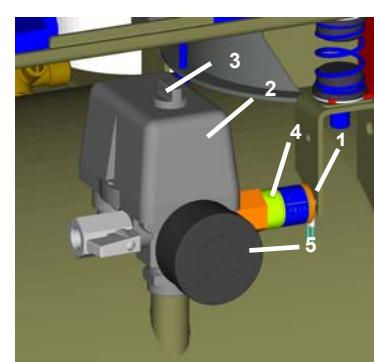
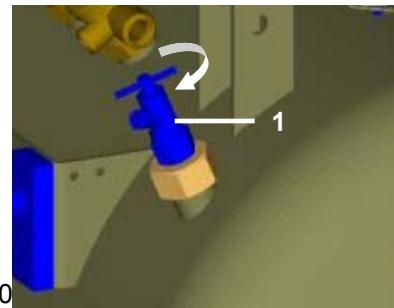

Bild.9
Bild.10
(Bild.9)
#### Kompressoren ohne Lufttrockner (Bild.10)
Falls der Kompressor längere Zeit nicht genutzt wird, ist es empfehlenswert, das Kondensat aus dem Druckbehälter abzulassen und den Kompressor dann für 10 Minuten mit geöffnetem Kondensatablassventil (1) (Bild.10) in Betrieb nehmen. Danach den Kompressor mittels des Schalters (3) auf dem Druckschalter (2) (Bild.9) ausschalten, das Ventil für den Kondensatablass schließen und das Gerät vom Stromnetz trennen.
Das Gerät vom Stromnetz trennen. Druckluft aus dem Druckbehälter durch Öffnen des Kondensatablassventils (1) (Bild.10) ablassen. Das Gerät entsprechend der örtlich geltenden Vorschriften entsorgen. Die Entsorgung ist gegebenenfalls einer spezialisierten Firma zu übergeben. Alle Produktteile des Gerätes haben nach Ablauf ihrer Lebensdauer keinen negativen Einfluss auf die Umwelt.